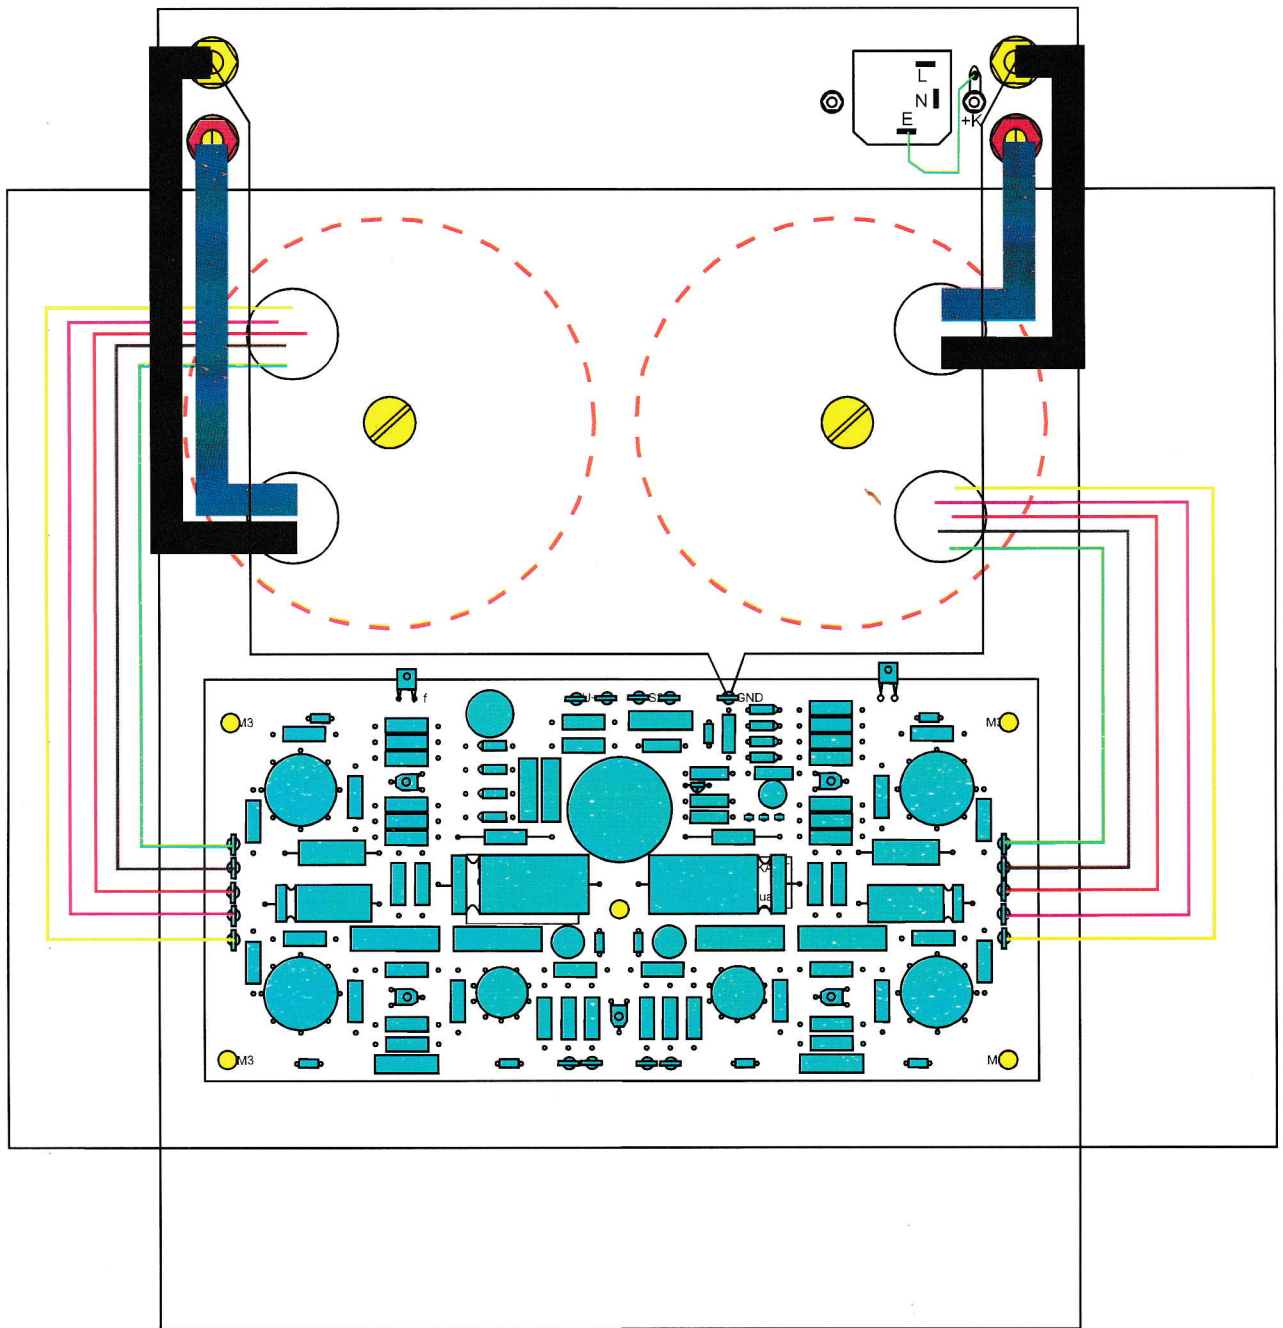

Abbildung 15
3. Die Kabel der Primäranschlüsse der Übertrager sind farblich identisch mit denen in der Zeichnung (Abbildung 15). Diese Anschlussleitungen dürfen **nicht** gekürzt werden, sie sind sorgfältig an den zugehörigen Löt Nägel anzulöten, wie aus der Abbildung hervorgeht. Unbedingt darauf achten, dass die Anschlüsse nicht vertauscht werden!